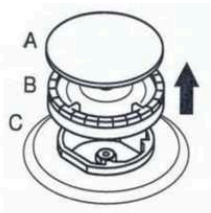
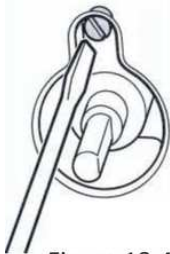

Figure 19
Figure 19.4
- Verwijder het branderdekseel en de brander zoals afgebeeld in Afbeelding 19. Verwijder de injector met behulp van een 7-inch schroevendraaier zoals afgebeeld in Afbeelding 19.4.